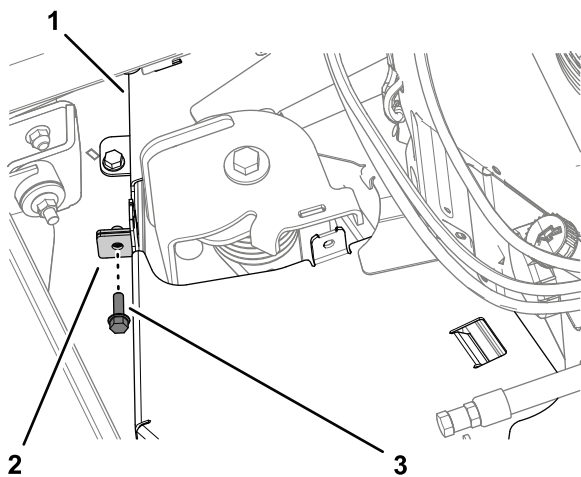

図 35
2. 図 35のように、ベルトカバーのフランジを固定しているボルトを外す。